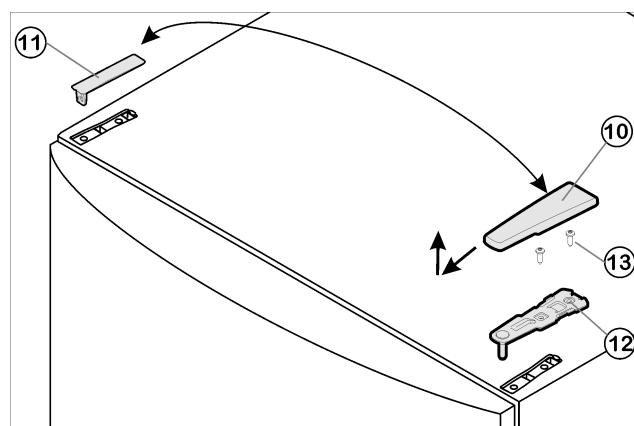

Fig. 4
- Wyjąć osłonę Fig. 4 (10) do przodu i do góry.
- Podnieść osłonę Fig. 4 (11).
- Odkręcić górną płytke zawiasu Fig. 4 (12)(2 razy Torx® 25) Fig. 4 (13) i wyjąć ją do góry.
- ▶ Włożyć w drzwi górną płytę zawiasu Fig. 4 (12) po nowej stronie zawiasów.
- ▶ Przykręcić mocno górną płytę zawiasu Fig. 4 (12) **z siłą 4 Nm** (2 razy Torx® 25) Fig. 4 (13). Ewentualnie nakluc otwory pod śruby lub użyć wkrętarki akumulatorowej.
- ▶ Zabezpieczyć osłonę Fig. 4 (10) i osłonę Fig. 4 (11) odpowiednio po przeciwnego stronie.